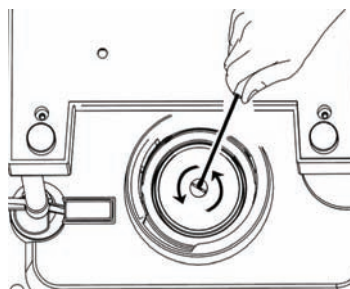

Рис. 12
- 18.4. Поставете експреса «с краката нагоре» и свалете филтрационна решетка от филтрационната глава (5), като отвивате решетката с помощта на съответна отвертка (Рис. 12).